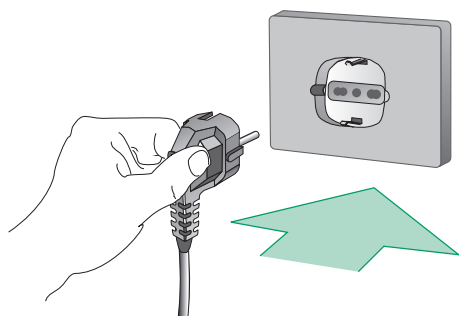

Fig. 2
- 2- (Fig. 2) Remove pin 1 from the lower right hinge A.
- 2- (Abb.2) Den Stift 1 des unteren rechten Scharniers, unten A, demontieren.
- 2- (Fig.2) Démontez l'axe de la charnière inférieure droite A.
- 2- (Fig.2) Desmontar el perno 1 de la bisagra inferior DER inferior A.
- 2- (Fig.2) Desmonte o pino 1 da dobradiça inferior direita A.